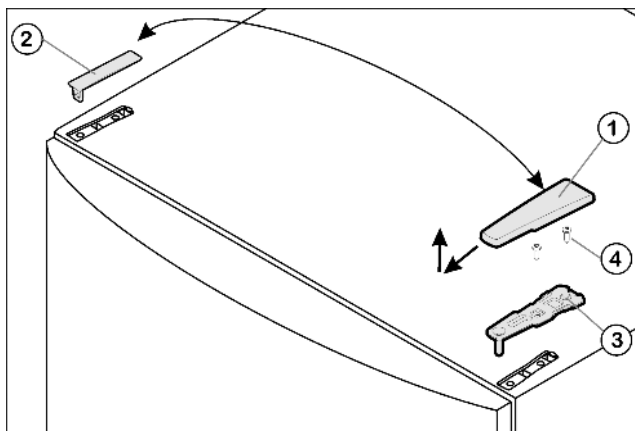

Fig. 5
- ▶ Потяните крышку Fig. 5 (1) вперед и вверх.
- ▶ Снимите крышку Fig. 5 (2).
- ▶ Открутите верхний опорный кронштейн Fig. 5 (3) (2 шт. Torx® 25) Fig. 5 (4) и вытяните вверх.
- ▶ Установите верхний опорный кронштейн *Fig. 5 (3)* на новой стороне шарнира и защелкните в дверце.
- ▶ Привинтите верхний опорный кронштейн (с моментом **4 Нм**) (2 шт. Torx® 25) *Fig. 5 (4)*. При необходимости проделайте отверстия или используйте аккумуляторную отвертку.
- ▶ Наденьте и защелкните крышку *Fig. 5 (1)* и крышку *Fig. 5 (2)* на противоположной стороне снаружи.